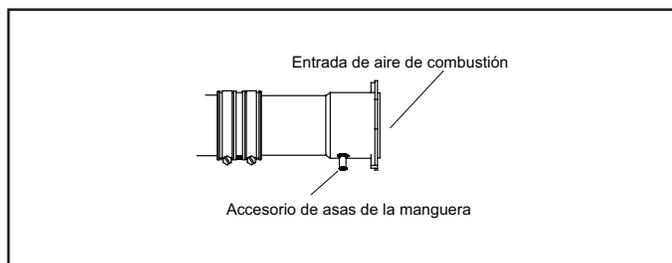

FIGURA 28
Aplique cuidadosamente cemento solvente al accesorio de entrada de aire evitando tapan el accesorio de asas de la manguera en el acoplamiento. Ver la FIGURA 28.
- 1 - Use los materiales proporcionados en el sitio y la pantalla de entrada de aire suministrada en la fábrica, tal como se muestra en la Figura 28 o 29. Mantenga un espaciado mínimo de 3" (76 mm) alrededor de la abertura de entrada de aire. La abertura de entrada de aire (con pantalla protectora) siempre debe dirigirse hacia adelante o a cualquier costado en la posición de flujo ascendente, y ya sea de forma recta hacia afuera o hacia abajo en la posición horizontal. La tubería de entrada de aire no debe terminar demasiado cerca del piso o de una plataforma. Asegúrese de que la toma de aire de entrada no sea obstruida por aislamiento suelto u otros artículos que pudiesen tapan la pantalla de residuos.